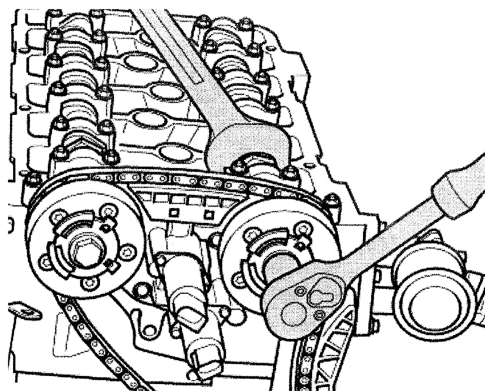

图 1-7 固定排气凸轮轴并旋出排气凸轮轴调整装置的螺栓
9) 用扳手固定住排气凸轮轴六角部位, 旋出排气凸轮轴调整装置的螺栓, 如图 1-7 所示。